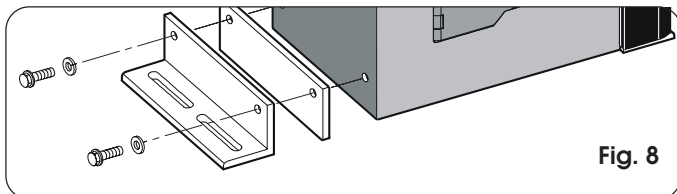

Fig. 8
- 1) Ensamble al operador los angulares de fijación y los separadores antivibración tal y como se indica en la Fig. 8.